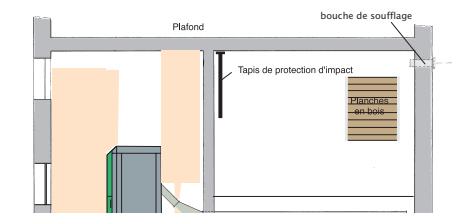

Fig.4
- **Un tapis de protection d'impact doit être suspendu à l'opposé de la connexion de remplissage** pour éviter l'effritement des granulés lors de la livraison. (fig. 4)